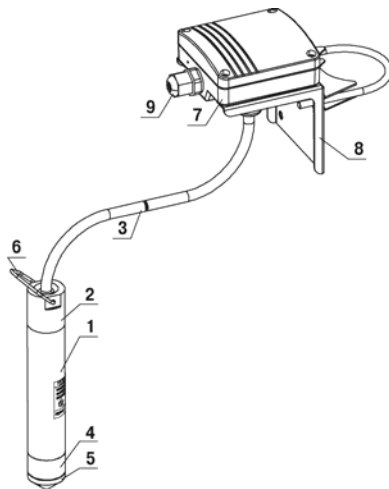

Рисунок 3.2 – Преобразователь с клеммной коробкой
6.7 При необходимости подключения проводов пользовательской линии связи к преобразователю следует воспользоваться переходной клеммной коробкой (см. рисунок 3.2), опционально входящей в комплект преобразователя.